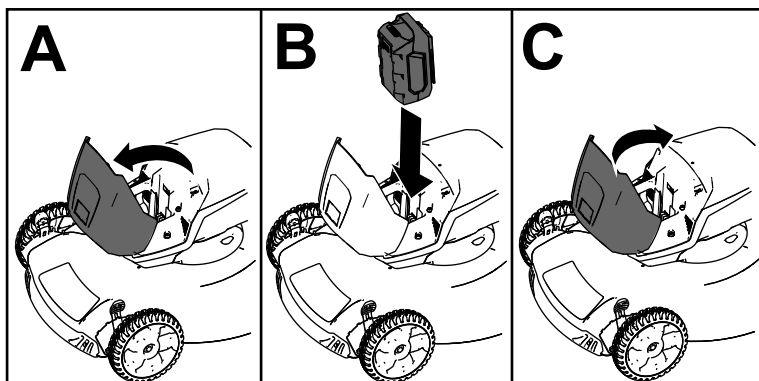

Figura 10
2. Ridicați capacul compartimentului pentru acumulator (A din **Figura 10**).
3. Aliniați canalul acumulatorului cu limba de pe mână și glisați acumulatorul în compartiment până când se fixează prin blocare (B din **Figura 10**).
4. Închideți capacul compartimentului pentru acumulator (C din **Figura 10**).